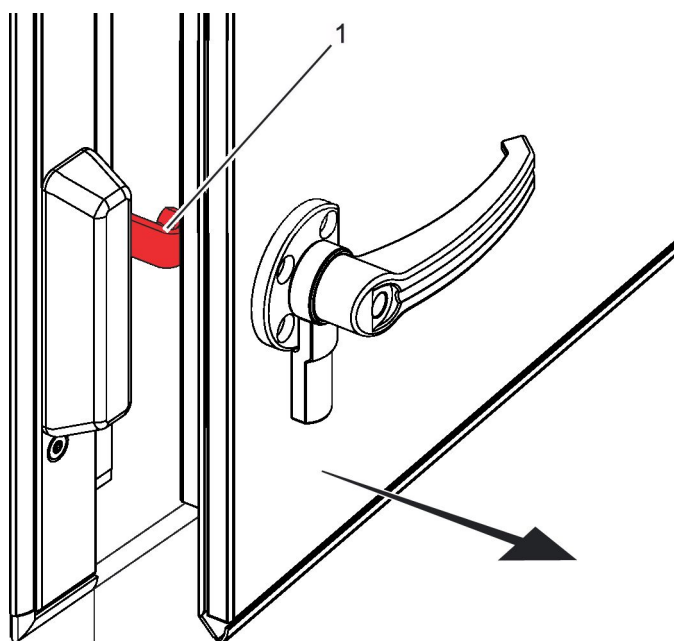

Abb. 51: Fangvorrichtung anschlagen
2. ▶ Die Revisionstür vorsichtig bis zum Anschlag der Fangvorrichtung ( Abb. 51 /1) öffnen.